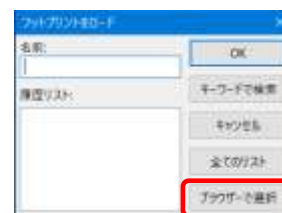

図 10-5
- ① グリッドを1.0000mm(39.37mils)にします。
- ② 右ツールバー  「フットプリントを追加」を選択します。
- ③ 基板上的の適当な位置をクリックします。
- ④ 「フットプリントのロード」ダイアログの[ブラウザーで選択]をクリックします。右図 10-5